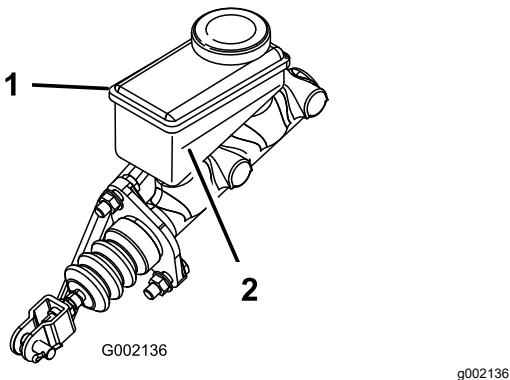

Figura 57
3. Osservate la linea del livello del fluido sul lato del serbatoio (Figura 57).
- B. Aggiungete il fluido dei freni DOT 3 al serbatoio, in modo che il livello del fluido sia superiore alla linea del minimo (Figura 57).